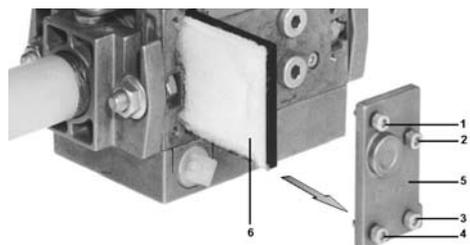

Fig. 45
- Pulire o sostituire il filtro se la differenza di pressione fra i punti 1 e 3 (Fig. 45) è $\Delta p > 10$ mbar.
- Pulire o sostituire il filtro se la differenza di pressione fra i punti 1 e 3 (Fig. 45) risulta raddoppiata dall'ultimo controllo.